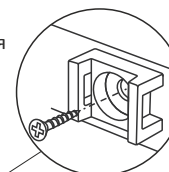
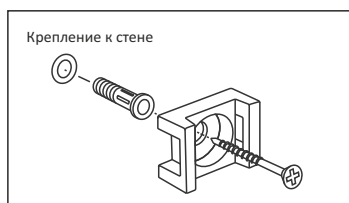
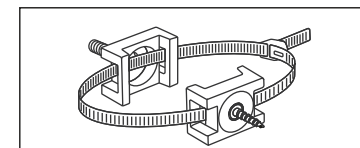

рис. 24
рис. 25
рис. 26
12. Прикрутите в торец крышки монтажные планки с помощью саморезов 4х30 (№ 17) (рис. 24). Установите комод к стене, отметьте расположение крепежа. Просверлите отверстие в стене, вбейте дюбель. (рис. 25). Закрепите монтажные планки к стене с помощью самореза, идущего в комплекте к дюбелю. Проденьте через монтажные планки хомут и затяните до упора (рис. 26).